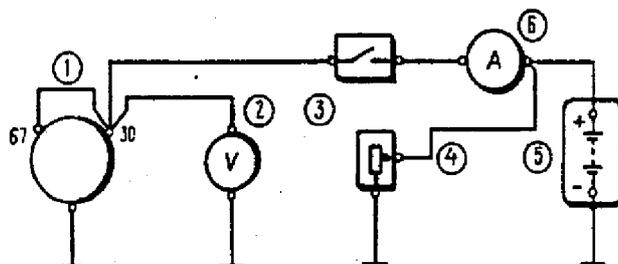

Fig: 7-5. Esquema para verificação do alternador: 1 - alternador; 2 - voltímetro; 3 - interruptor; 4 - reostato; 5 - amperímetro; 6 - bateria.
- Instalar o alternador na bancada de testes e efetuar as conexões conforme indicado na fig. 7-5. Conectar o motor elétrico da bancada de testes e, com o reostato 4, estabelecer a tensão de saída de 14 V e elevar a rotação do motor para  $83,3 \text{ s}^{-1}$  (5000 rpm).